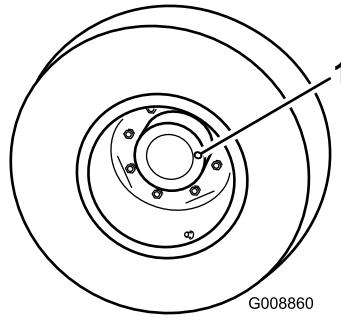
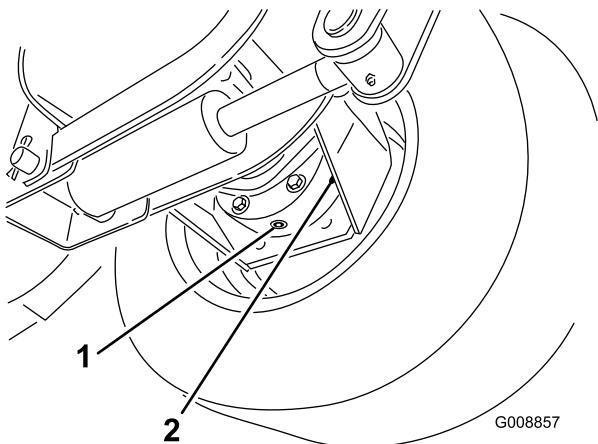

Figure 72
Figure 73
- Garez la machine sur une surface plane et horizontale, tournez la roue de manière que le bouchon de contrôle/vidange (Figure 72) se trouve à la position 3 heures ou 9 heures.
- Retirez le bouchon du train planétaire (Figure 72) et du carter de frein (Figure 73). L'huile pour engrenages devrait se trouver à 3 mm du bouchon de contrôle sur le carter de frein et le train planétaire.
- Placez un bac de vidange sous le carter de frein de l'autre côté de la roue (Figure 73).